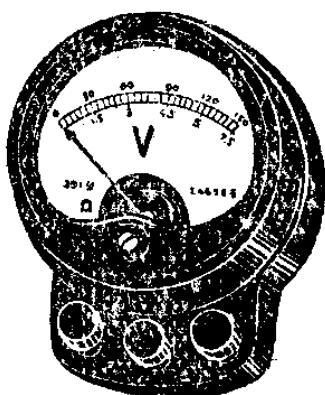

图 2-8
2. 电压表：电压表是用来测量电路两端的电压的，如图 2-8，用的时候，是跨接在被测电路的两端的。电源有交流电源和直流电源两种，因此测量电压的电压表也分交流和直流两种，交流电压表只能用来测交流电，直流电压表只能用来测直流电，不能混用。